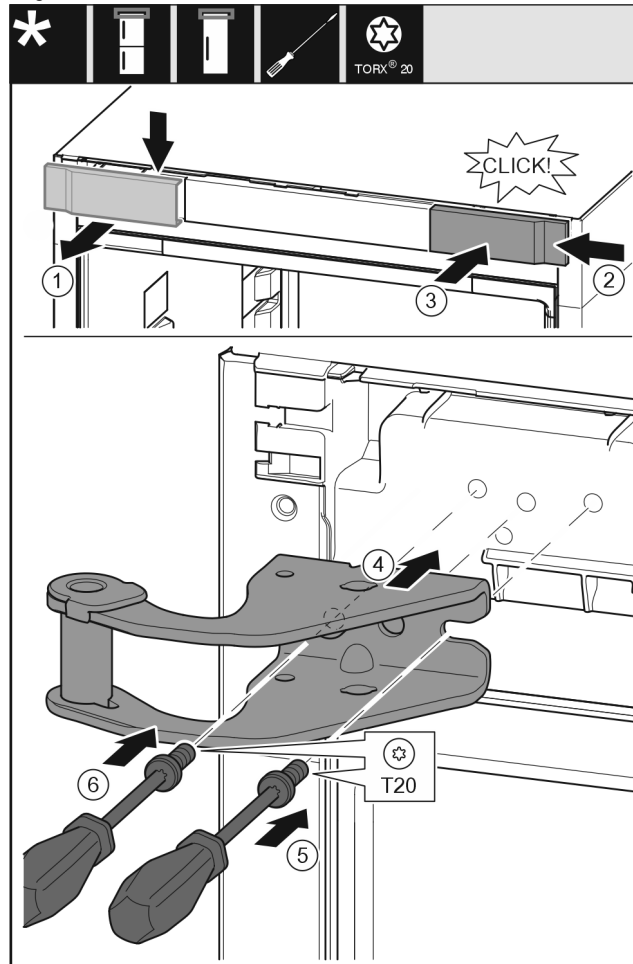

Fig. 7
- ▶ Abdeckung von oben nach vorne abnehmen. Fig. 7 (1)
- ▶ Abdeckung um 180° gedreht auf der anderen Seite von rechts einhängen. Fig. 7 (2)
- ▶ Abdeckung einrasten. Fig. 7 (3)
- ▶ Oberen Lagerbock ansetzen. Fig. 7 (4)
- ▶ Schraube mit Schraubendreher T20 ansetzen und festdrehen. Fig. 7 (5)
- ▶ Schraube mit Schraubendreher T20 einsetzen und festdrehen. Fig. 7 (6)